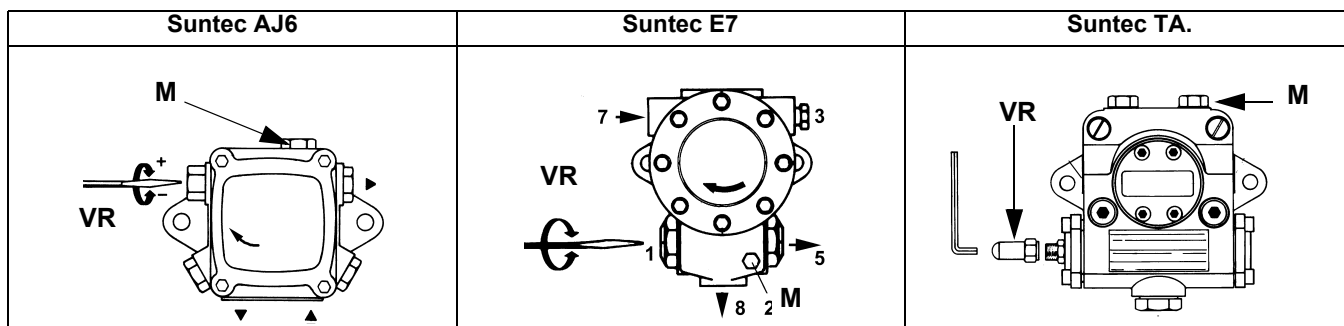

Рис. 27
- 3 выпустить воздух со штуцера (**M**) манометра насоса (Рис. 27), расслабив слегка заглушку, но не снимая ее; затем отпустить контактор;